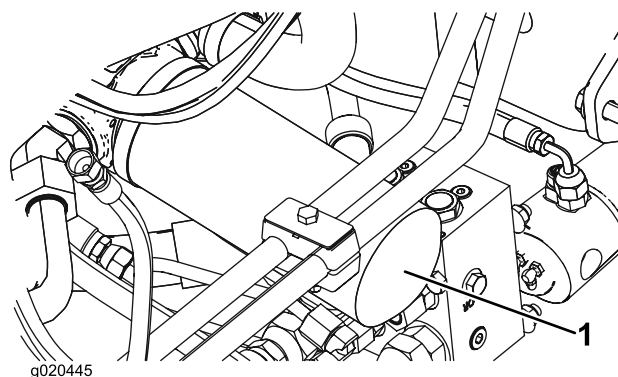

Figura 73
2. Limpe a zona em torno das áreas de montagem do filtro. Coloque um recipiente de escoamento debaixo do filtro e retire o filtro (Figura 73).